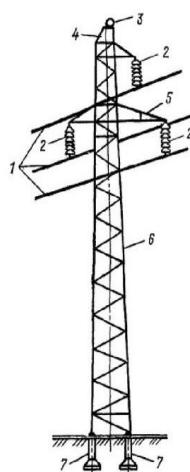

Рис. 1. Основные элементы воздушной ЛЭП
Воздушные линии состоят из следующих основных конструктивных элементов (рис. 1):
- опор различного типа для подвески проводов и грозозащитных тросов (6 рис. 1);
- проводов различных конструкций и сечений для передачи по ним электрического тока (1 рис. 1);
- грозозащитных тросов для защиты линий от грозовых разрядов (3 рис. 1);
- изоляторов, собранных в гирлянды, для изоляции проводов от заземленных частей опоры (2 рис. 1);
- линейной арматуры для крепления проводов и тросов к изоляторам и опорам, а также для соединения проводов и тросов (4, 5 рис. 1);
- фундамента для установки опор (7 рис. 1).